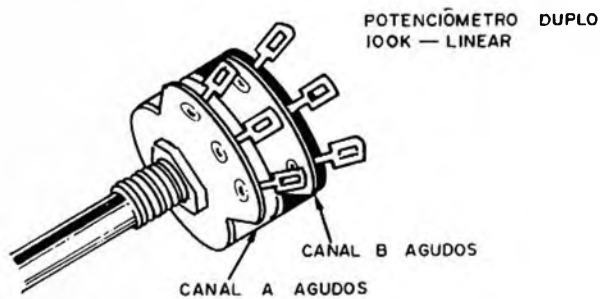

Figura 6
4. Os potenciômetros devem ser do tipo linear, tanto do tipo comum rotativo de carvão ou então deslizantes. Se a unidade montada for estereofônica, devem ser feitos dois circuitos idênticos e os potenciômetros devem ser duplos, ou seja, dois potenciômetros controlados pelo mesmo eixo, conforme mostra a figura 6.